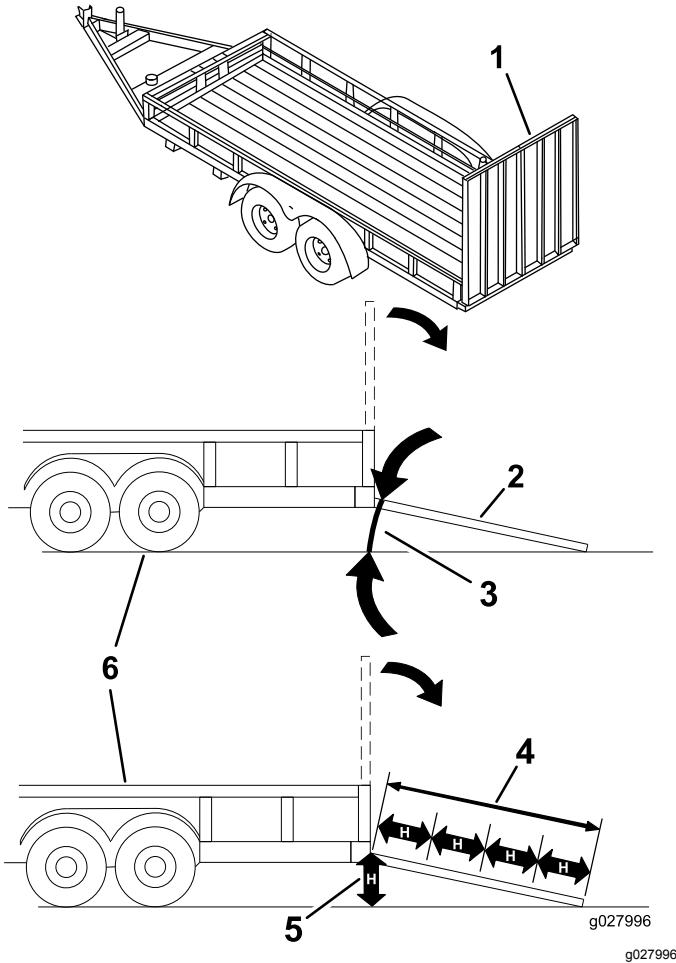

Figura 36
El cargar la máquina en un remolque o un camión aumenta la posibilidad de un vuelco y podría causar lesiones graves o la muerte (Figura 36).
3. Baje la rampa, asegurándose de que el ángulo entre la rampa y el suelo no supera los 15 grados (Figura 36).
1. Baje la rampa, asegurándose de que el ángulo entre la rampa y el suelo no supera los 15 grados (Figura 36).